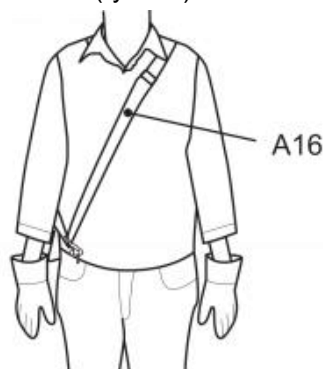

Fig. 33
2. Załóż uprząż (A16) tak, aby przebiegała przez lewe ramię, krzyżując klatkę piersiową i plecy. Zaczep zabezpieczający (A18) musi znajdować się na prawym biodrze (rys. 33).